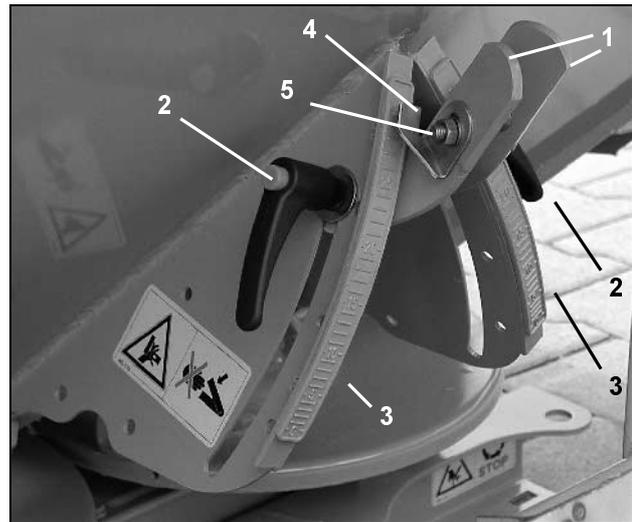

Fig. 27
Schieberstellung über Stellhebel (Fig. 27/1) wie folgt einstellen:
- Verstellbaren Klemmhebel (Fig. 27/2) lösen.
- Den Skalenwert für die erforderliche Schieberstellung auf der Skala (Fig. 27/3) aufsuchen.
- Die Ablesekante (Fig. 27/4) der Stellhebel-Zeiger (Fig. 27/5) auf diesen Skalenwert einstellen.
- Klemmhebel (Fig. 27/2) wieder fest anziehen.